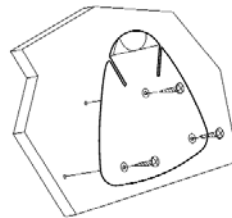

Fig. 2
2. Die Schablone auf die Montagefläche legen und drei 2.5mm Löcher durch die mit "A" markierten Punkte bohren. Die Halterung mit den 3 beigefügten Schrauben anschrauben (Fig. 2).